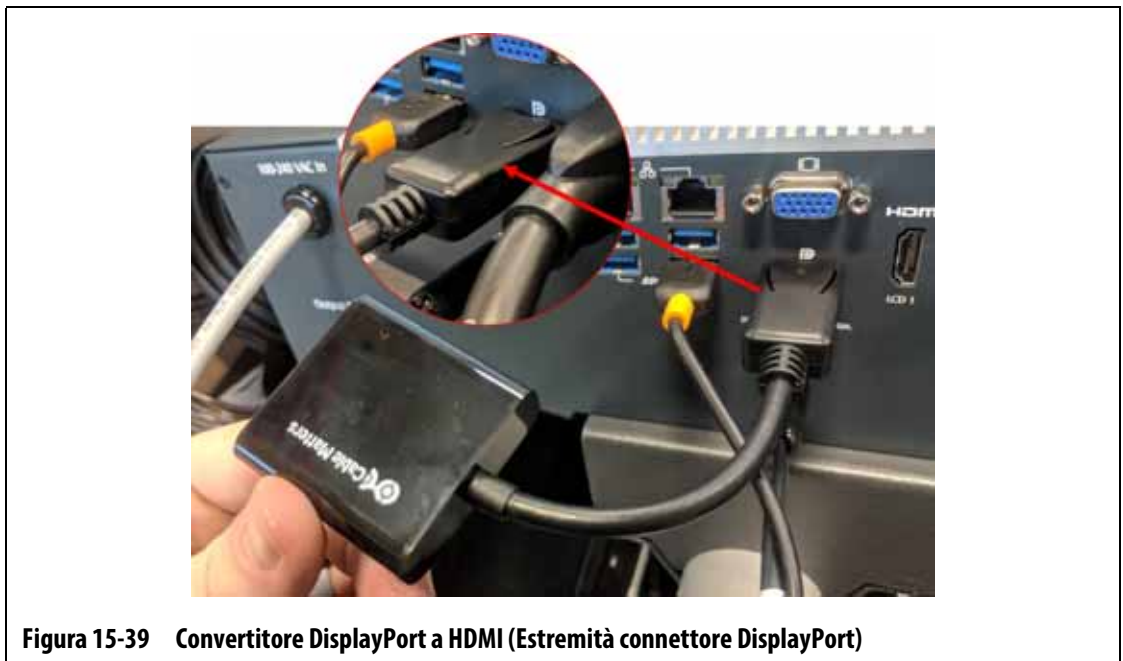

Figura 15-39 Convertitore DisplayPort a HDMI (Estremità connettore DisplayPort)
5. Collegare il Convertitore DisplayPort a HDMI (estremità connettore DisplayPort) al connettore DisplayPort (dietro il connettore VGA) sulla parte inferiore della struttura esterna della MCU. Consultare la Figura 15-39.